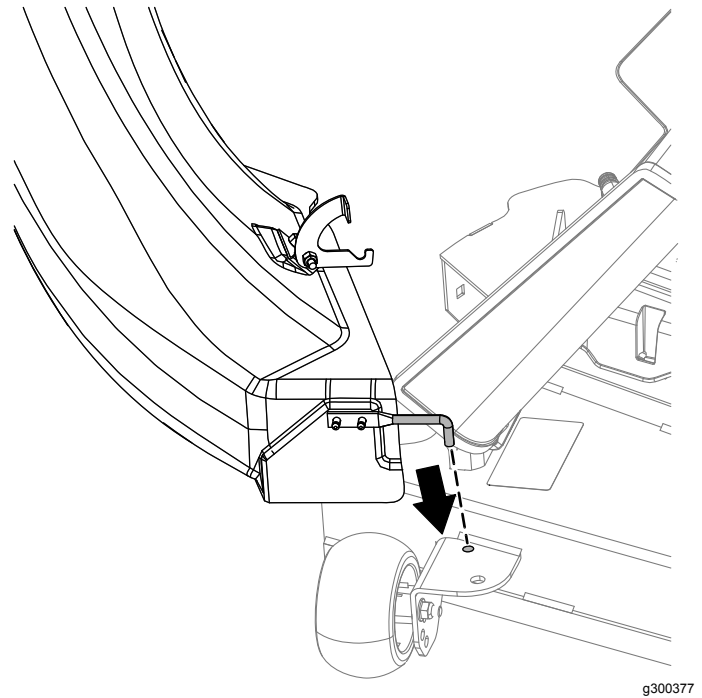

Bild 21
4. Kippen Sie den Auswurfkanal und setzen Sie den Stift in das Loch auf dem Mähwerk ein, wie in Bild 21 dargestellt.